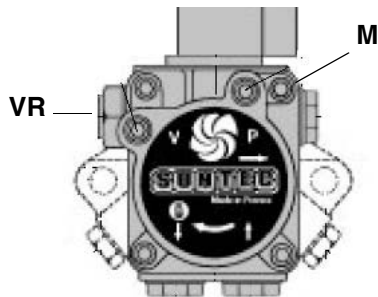

Fig. 20
- 3 Aerisiti pe la priza **M** a manometrului (Fig. 20) , prin slabirea holenderului (fara a-l indeparta) , dupa care eliberati contactorul .